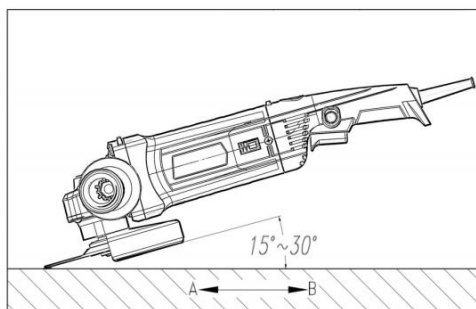

Fig8
Effektiv och säker för slipning och slipning (bild 8)
2. Generellt sett, håll slip- och skärdelen av hjulet och skivan i en vinkel på 15 till 30 grader mot bearbetningsobjektets yta. (Fig. 8)